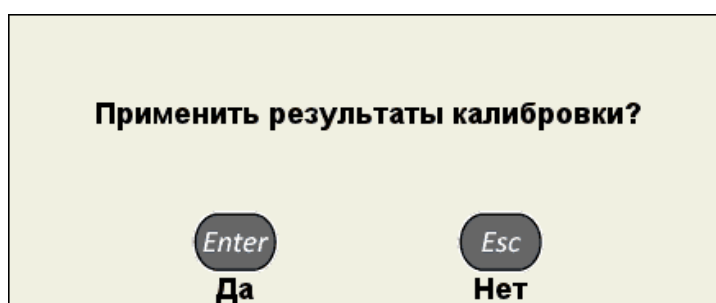

Рисунок 23
– для сохранения настроек нажать клавишу . Откроется подтверждающее окно (рисунок 23).